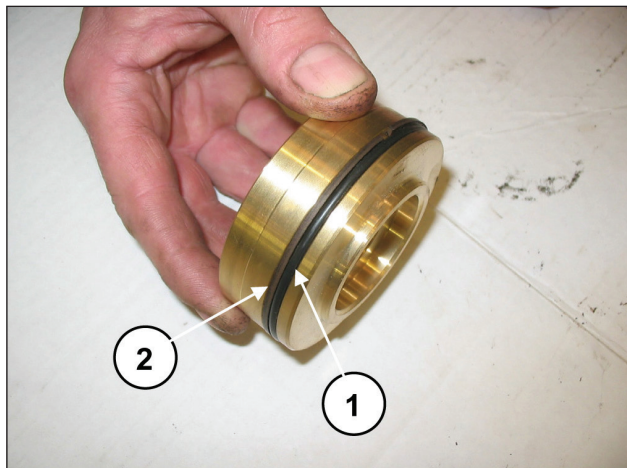

Fig. 114
Montare O-ring, pos. esploso n. 17 (pos. ①, Fig. 114) e anello antiestrusione, pos. esploso n. 21 (pos. ②, Fig. 114) sul tappo valvola di mandata.